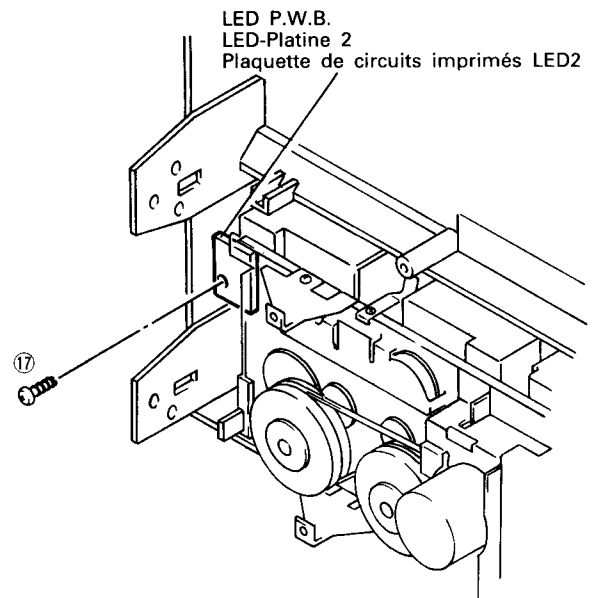

Fig. 15 Abb. 15
16. LED-Platine 2 (Abb. 15)
16. Plaquette de circuits imprimés LED 2 (Fig. 15)